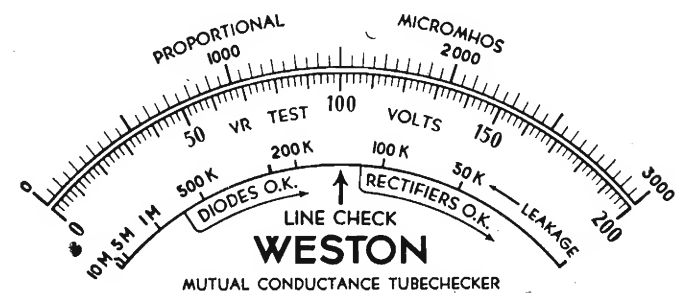

Fig. 3 - Scala dello strumento indicatore del provavalvole Weston 981/3
5.0.5. - Si spinge verso il basso la levetta del commutatore LINE CHECK e si regola la posizione dell'indice dello strumento agendo tramite il potenziometro LINE CONTROL in modo che esso coincida con la linea rossa di controllo disposta al centro della scala (Vedi fig. 3).
7.0.3. - Girare completamente a fondo in senso antiorario il potenziometro LINE CONTROL ed inserire il tubo nello zoccolo. Nel corso di queste operazioni naturalmente non si fa riferimento all'operazione di taratura tramite la linea di riferimento denominata LINE CHECK (vedi al centro della scala di cui a fig. 3).
6.0.3. - Se nella colonna MULT della leggenda compare un D lo strumento per l'efficienza del tubo deve consentire la letteratura nel campo contrassegnato dalla dicitura DIODES OK. (vedi fig. 3). Se compare invece una R la lettura dovrà capitare nel campo della dicitura RECTIFIERS OK.